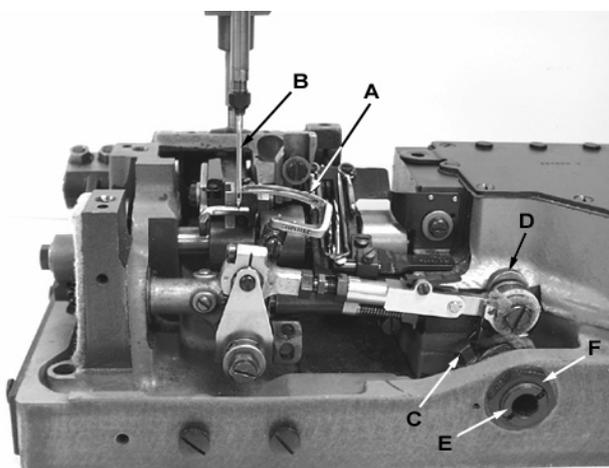
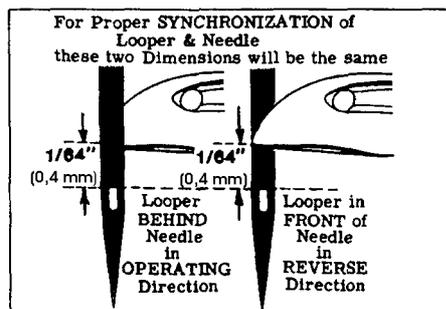

Fig. 4
Fig. 4A
Turn handwheel in the operating direction until the point of the looper (A, Fig. 4) moving to the left, is even with the left side of the needle (B). Note the height of the eye of the needle with respect to the looper point (see Fig. 4A) Turn the handwheel in the reverse direction until the point of the looper again moving to the left, is even with the left side of needle (see Fig. 4A). If the height of the eye of the needle with respect to the looper point are the same, looper and needle motions are synchronized - a variation of .005 inch (.15 mm) is allowable. If the distance from the eye of the needle to the point of the looper is greater when the handwheel is turned in the operating direction, the looper drive lever rocker shaft will have to be moved slightly towards the rear. Moving the shaft toward the front acts the reverse.
NOTE: The 1/64 inch (.4 mm) dimension shown in Fig. 4A is for final setting of needle bar height.
Loosen screw (C, Fig. 4) in looper drive lever (D). A rod of .146-40thd or Union Special Screw No. 992761 can be threaded into the looper drive lever rocker shaft through the center of thrust adjusting screw (E). Tap or pull slightly as required to position shaft for proper synchronization. Tighten screw (C) securely and remove rod or screw used to position shaft.
Drehen Sie das Handrad in Arbeitsrichtung bis die Greiferspitze (A, Fig. 4), nach links bewegt, eben mit der linken Seite der Nadel (B) ist. Beachten Sie die Höhe des Nadelöhrs in Bezug zur Greiferspitze (siehe Fig. 4A). Drehen Sie das Handrad in die Gegenrichtung bis die Spitze des Greifers, wieder nach links bewegt, eben mit der linken Seite der Nadel (siehe Fig. 4A) ist. Falls die Höhe des Nadelöhrs in Bezug auf die Greiferspitze die gleiche ist, sind Greifer und Nadelbewegung synchron - eine Abweichung von 0,15 mm ist zulässig. Falls der Abstand vom Nadelöhr zur Greiferspitze größer ist, wenn das Handrad in Arbeitsrichtung gedreht wird, muss die Greiferantriebshebelachse etwas nach hinten bewegt werden. Bewegen der Achse nach vorne bewirkt das Gegenteil.
BEACHTEN SIE.: Das Maß 0,4 mm, in Fig. 4A gezeigt, ist für die EndEinstellung der Nadelstangenhöhe.
Lösen Sie die Schraube (C, Fig. 4) im Greiferantriebshebel (D). Eine Stange mit .146-40thd oder Union Special Schraube 99271 kann in die Greiferantriebshebelachse durch die Mitte der Spannungseinstellschraube (E) eingeführt werden, klopfen oder ziehen Sie leicht, wie erforderlich, um die Achse zur korrekten Synchronisierung zu platzieren. Ziehen Sie die Schraube (C) wieder fest an und entfernen Sie die zur Einstellung der Achse verwendete Stange oder Schraube.